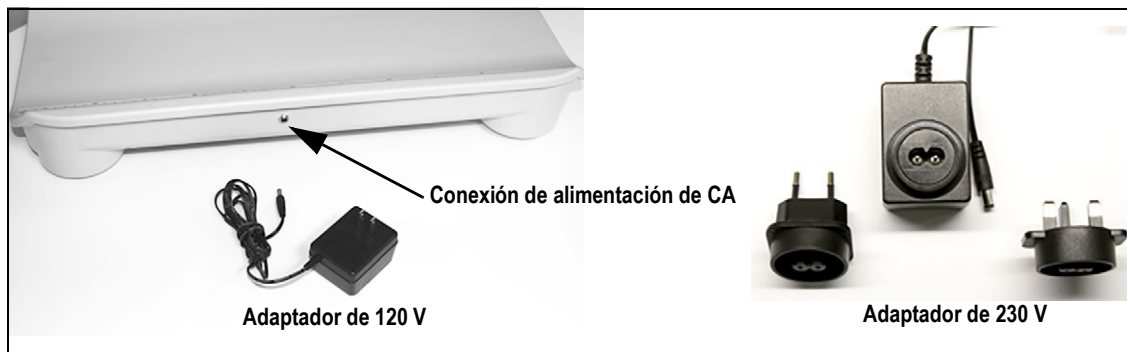

Figura 2-1. Punto de conexión de alimentación de CA
1. Conecte el cable del adaptador de CA a la parte posterior de la báscula (Figura 2-1 en la página 2) y el enchufe del adaptador de CA a una fuente de alimentación.